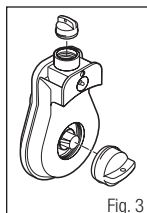

Fig. 3
3. Quite las conexiones de entrada y salida del ventilador y revise que los empaques estén en su lugar. No deseche las conexiones puesto que debe volver a colocarlas durante la limpieza (Fig. 3).